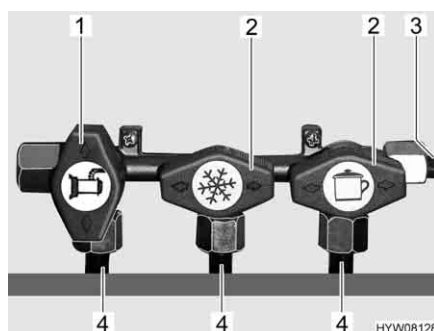

Fig. 82 Posizione rubinetti di arresto del gas
- Apertura:** ■ Posizionare il rubinetto di arresto del gas dell'apparecchio a gas corrispondente parallelamente (Fig. 82,1) alla tubatura (Fig. 82,4) che alimenta l'apparecchio a gas.
- Chiusura:** ■ Posizionare il rubinetto di arresto del gas dell'apparecchio a gas corrispondente trasversalmente (Fig. 82,2) alla tubatura (Fig. 82,4) che alimenta l'apparecchio a gas.